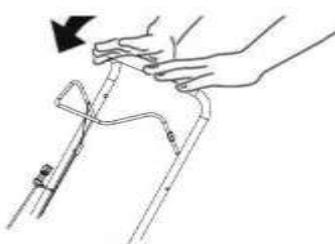

Figur 9
2. Håll spaken på handtaget och dra i dragstartaren. (Figur 9)